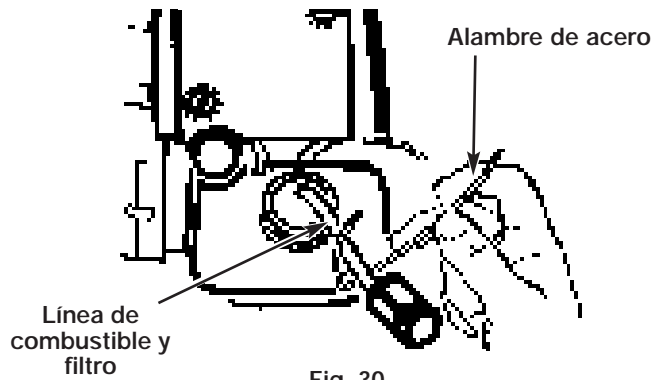

Fig. 30
1. Levante la línea de combustible y filtro (B) fuera del tanque. Un alambre de acero (C) con gancho sirve bien (Fig. 30).